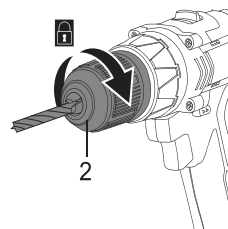

Fig. 3
- > Rode a bucha do mandril (2) para a direita até que a broca fique corretamente fixa nas pinças do mandril (Fig. 3).